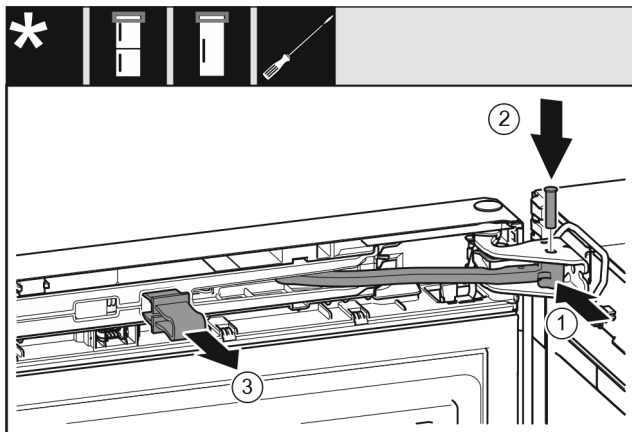

Fig. 50
- Scharnier in lagerbus draaien. Fig. 50 (1)
- Bout in de lagerbus en het scharnier aanbrengen. Opletten dat hierbij de vergrendelnok correct in de groef zit. Fig. 50 (2)
- Borging verwijderen. Fig. 50 (3)